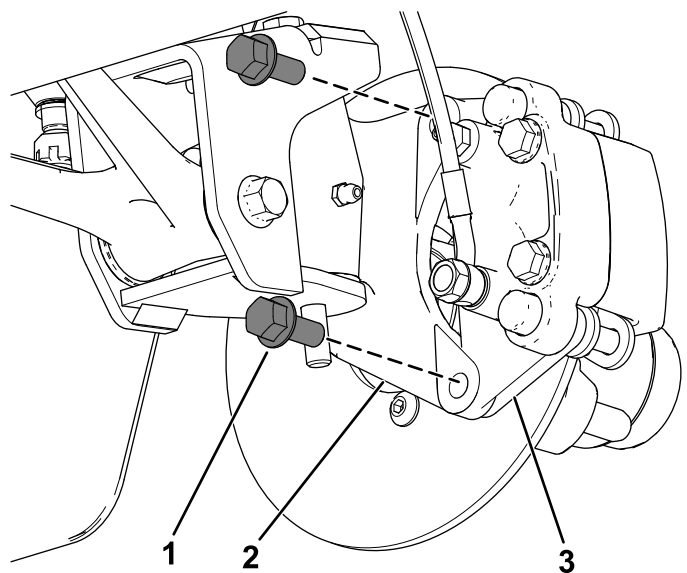
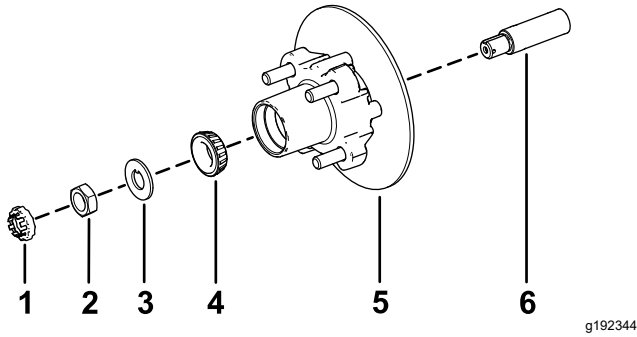

Figure 38
Figure 42
3. Retirez les boulons à embase ($\frac{3}{8}$ " x $\frac{3}{4}$ ") qui fixent le support du frein à la fusée et séparez le frein de la fusée (Figure 38).
1. Appliquez une fine couche de la graisse spécifiée sur la fusée (Figure 42).
2. Montez le moyeu et le rotor sur la fusée en plaçant le rotor à l'intérieur (Figure 42).
3. Montez le roulement extérieur sur la fusée et poussez le roulement contre la bague (Figure 42).
4. Montez la rondelle-frein à languette sur la fusée (Figure 42).
5. Vissez l'écrou de fusée sur la fusée et serrez l'écrou à 15 N·m tout en tournant le moyeu pour bien asseoir le roulement (Figure 42).
2. Alignez les plaquettes de frein de chaque côté du rotor (Figure 38) et alignez également les trous dans le support d'étrier et ceux de la fixation du frein sur le porte-fusée (Figure 42).
3. Fixez le support d'étrier au porte-fusée (Figure 38) à l'aide de 2 boulons à embase ($\frac{3}{8}$ " x $\frac{3}{4}$ ").